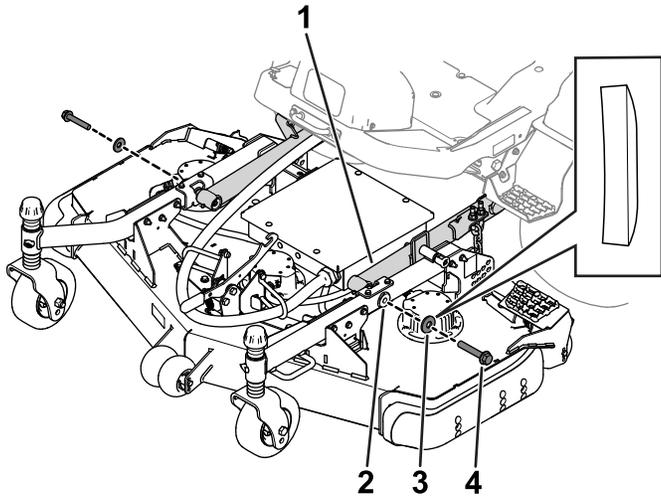

Figura 3
4. Utilice 2 pernos y 2 arandelas para fijar los brazos de las ruedas giratorias a los brazos de elevación (Figura 3).
Asegúrese de que las arandelas estén colocadas con el lateral curvado junto al cabezal del perno (Figura 3).